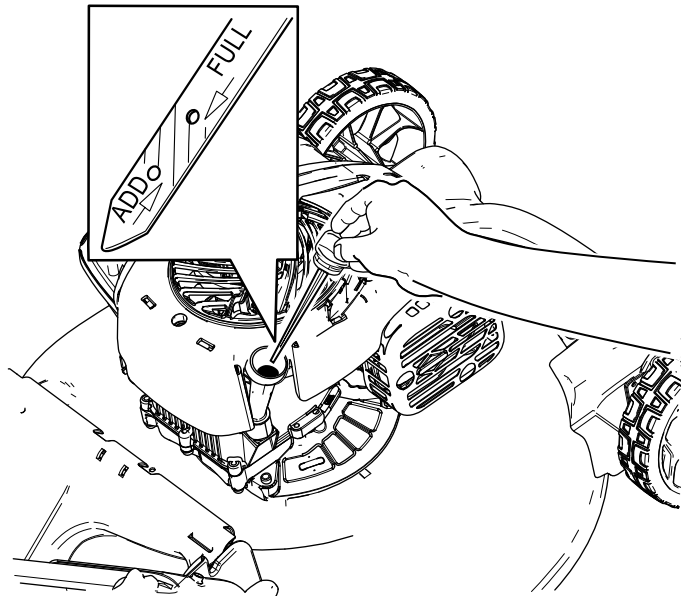

Figura 5
2. Retire la varilla girando el tapón en el sentido contrario a las agujas del reloj y tirando del mismo (Figura 5).
6. Observe el nivel de aceite en la varilla (Figura 5).